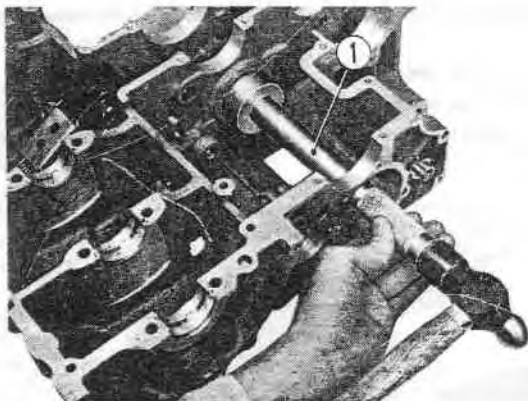

Fig. 5-14 ① Outil de montage des roulements
3. Emmancher le roulement de l'arbre secondaire dans le carter inférieur à l'aide de l'outil spécial (numéro de référence 07048-30020). (Fig. 5-14)